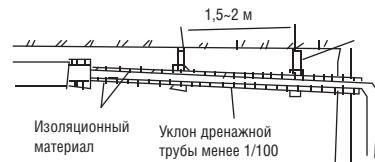

Рис. 6-1
- При монтаже труб руководствуйтесь схемой на рис. 6-1.